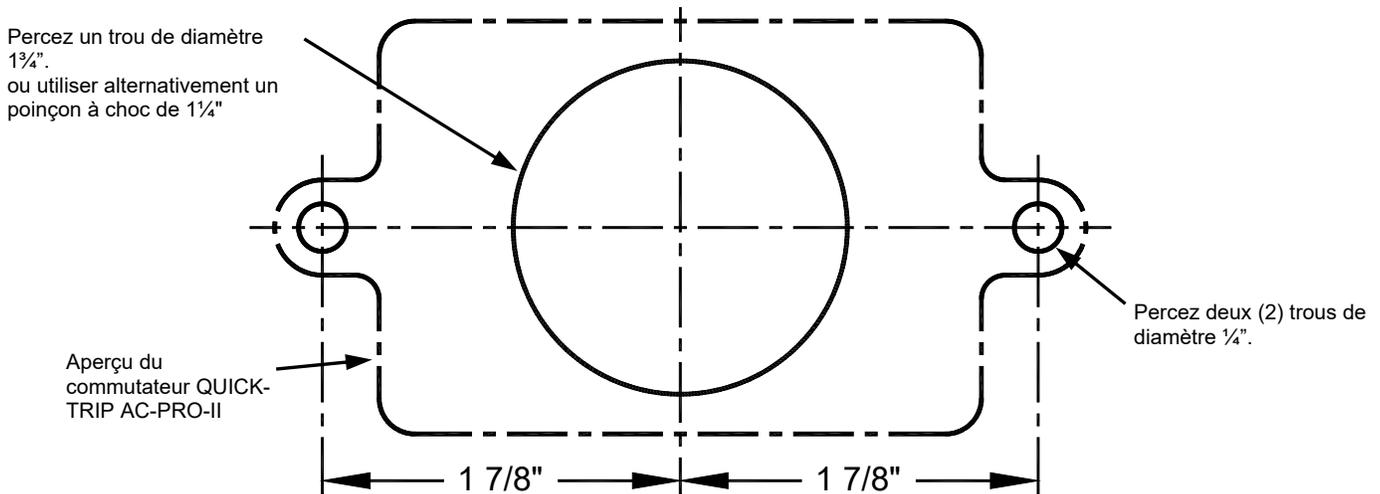

Figure 7.2: Plan de perçage pour le commutateur AC-PRO-II QUICK-TRIP
1. Trouvez un endroit approprié sur la porte du compartiment et marquez l'emplacement des trois (3) trous en utilisant les dimensions de la figure 7.2.
2. Percez deux (2) trous de montage de 1/4\".